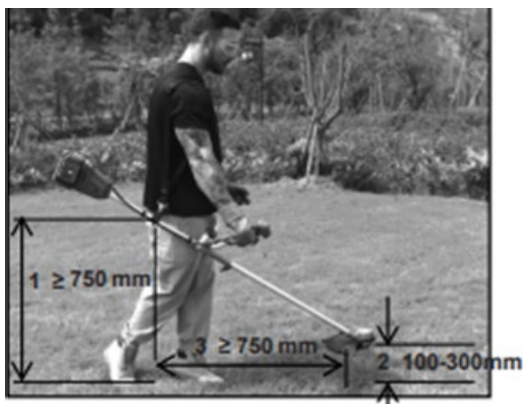

Рисунок 6. Типова схема паскового підвісу виробу.
5.1.2.5 Приєднання та регулювання наплічного паскового підвісу (рис. 6).